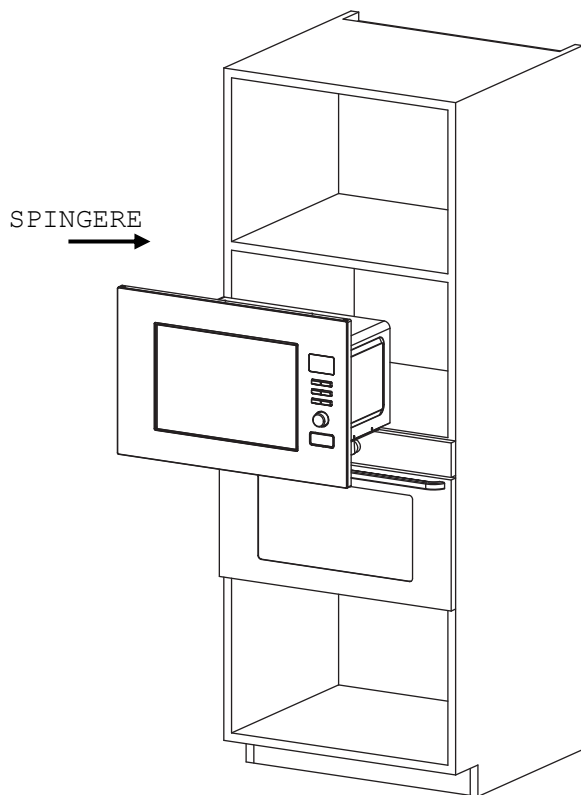

Fig. 1
② INSTALLAZIONE:
a) Collocare il forno a microonde nel mobile da incasso e spingerlo avanti fino in fondo. (Fig. 1)